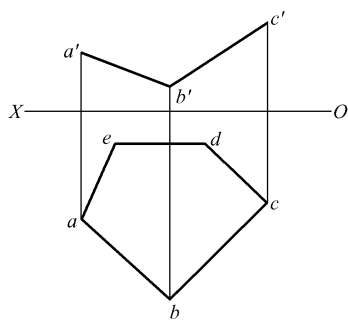

图 11
11. 已知五边形 $ABCDE$ 的水平投影和 AB 、 BC 边的正面投影 (图 11), 试完成五边形的正面投影。